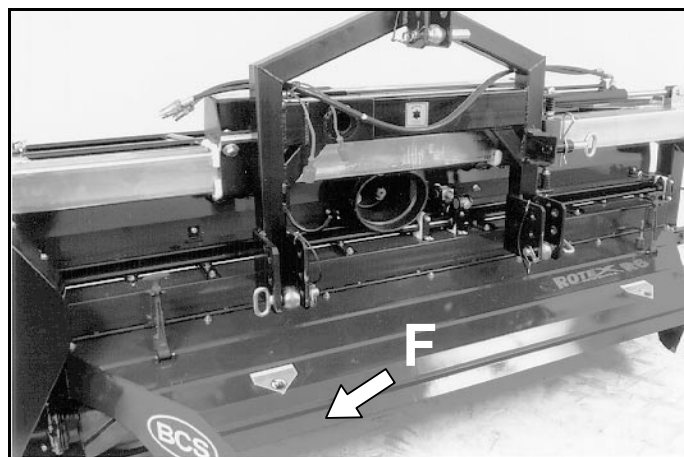

fig.24
Le falciacondizionatrici sono dotate di serie di un deflettore posteriore **F** (fig.24) regolabile in altezza in funzione delle necessità e della quantità di prodotto condizionato.
Standard equipment on all mower-conditioners is a rear baffle **F** (fig.24), adjustable in height according to the requirements and quantity of conditioned product.
Les faucheuses-conditionneuses sont munies en série de un déflecteur postérieur **F** (fig.24) réglable en hauteur selon les nécessités et la quantité de produit conditionné.
Las segadoras-acondicionadoras están dotadas en el equipamiento de serie de un deflector posterior **F** (fig.24) regulable en altura en función de las necesidades y de la cantidad de producto acondicionado.
Der Befeuchter kann außerdem mit einer oberen halb-festen Rolle (Stützen) versehen sein, die mit der unteren Metallrolle, wie bei der Ausführung mit aufblasbarer Rolle kombiniert wird, oder mit zwei Einrastrollen (CHEVRON). Die Mähbefeuchter sind serienmäßig mit einem hinteren Ablenker **F** (Abb.24) versehen, der je nach Notwendigkeit und Menge des befeuchteten Produkts höhenverstellbar ist.
- Rimuovere il deflettore di scarico posteriore **F** (fig.24).
- Remove the rear release baffle **F** (fig.24).
- Enlever le déflecteur de vidange postérieur **F** (fig.24).
- Quitar el deflector de liberación posterior **F** (fig.24).
- Den hinteren Ablenker **F** zum Abladen (Abb.24) entfernen.